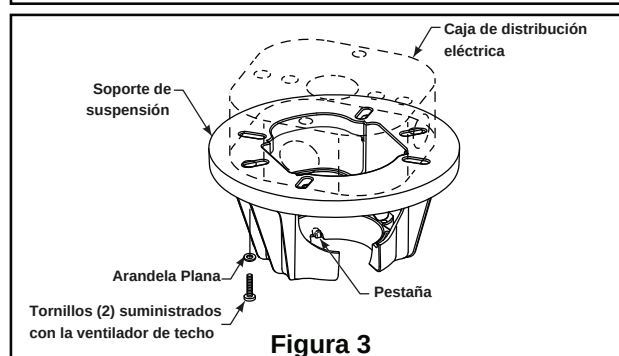

Figura 3
No bloqueo (Figura 3)
- ☐ 3. Afloje los dos tornillos de fijación del soporte del barral. Introduzca los cables de color negro, azul y blanco a través de la varilla. (Figura 3)
- ☐ 3. Desarme la cubierta de la placa de soporte de la caja del interruptor retirando tres tornillos. (Figura 3)